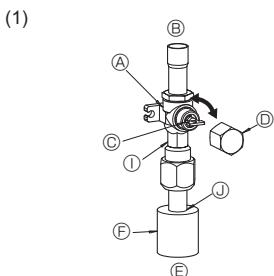

Fig. 4-6
- Gassidan på ZRP100-140 (Fig. 4-6)